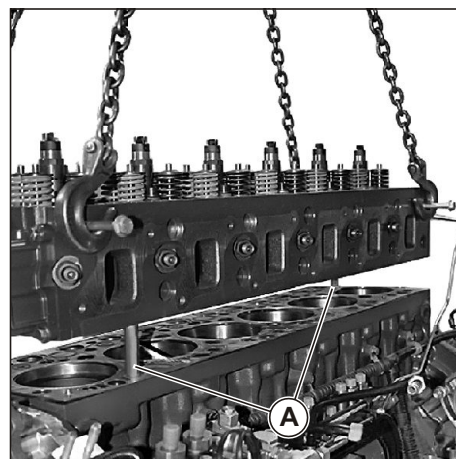

Рис. 116. Установка головки блока цилиндров.
2. Проверить наличие центровочных штифтов. (Использовать 2 винта без головок (А) с диаметром 14 мм, длиной 170 мм (см. Рис. 116)).